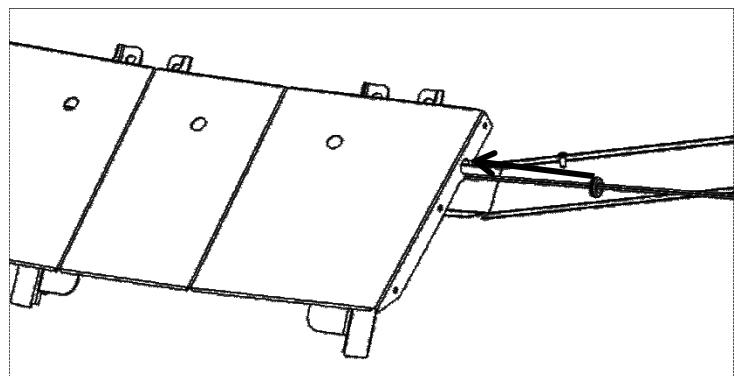

Figura 10
- Deslice ojales (en WH-EX) en el lado de la sección de visera central (ver figura 10).